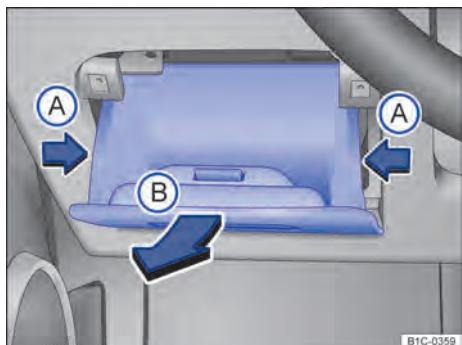

Fig. 171 No lado do condutor do painel de instrumentos: cobertura da caixa de fusíveis.
- Abrir o porta-objetos, pressionar ambas as superfícies laterais para dentro ⇒ Fig. 171 (setas **A**) e retirar do painel de instrumentos (seta **B**).